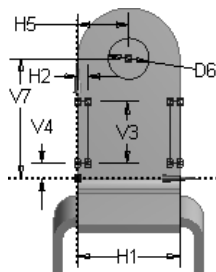

图 3.10.14 草图 3
(1) 绘制图 3.10.14 所示的草图 3。选取 Plane5, 单击“New Sketch”按钮 , 绘制图 3.10.14 所示的截面草图, 其中 $H1=100$, $H2=10$, $V3=60$, $V4=15$, $H5=50$, $D6=40$, $V7=117$ 。